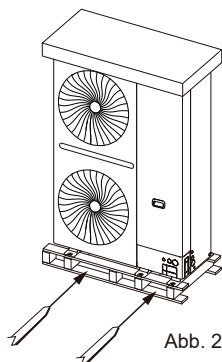

Abb. 2.4
- Um das Gerät mit einem Gabelstapler zu bewegen, führen Sie die Gabeln in die Öffnung an der Unterseite des Geräts ein, wie in Abbildung 2.4 dargestellt.